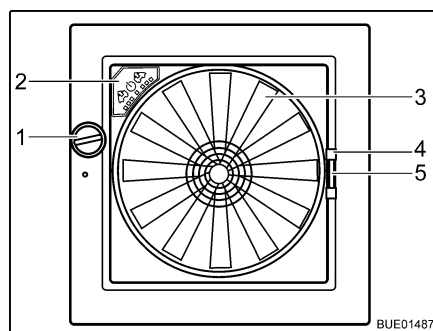

Bild 35 Dachhaube Omni-Vent
- Drehknopf (Bild 35,1) drehen, bis der gewünschte Öffnungswinkel erreicht ist.
- Drehknopf (Bild 35,1) drehen, bis Dachhaube vollständig geschlossen ist.
- Insektenschutz am Griff (Bild 35,4) zur gegenüberliegenden Rahmen-seite ziehen.
- Griff (Bild 35,5) der Verdunklung zusammendrücken.
Ventilator Wenn die Dachhaube geöffnet ist, kann der Innenraum mit dem 6-stufigen Ventilator (Bild 35,3) belüftet und entlüftet werden. Der Ventilator wird am Bedienfeld (Bild 35,2) bedient.